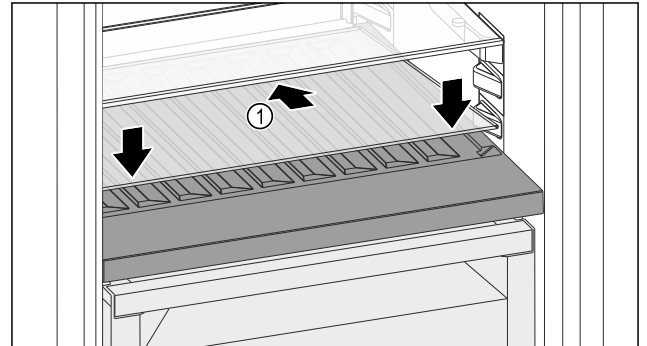

Fig. 172
- Glasplatte Fig. 172 (1) schräg und nach hinten unten geneigt ansetzen.
- Glasplatte Fig. 172 (1) vorne absenken.